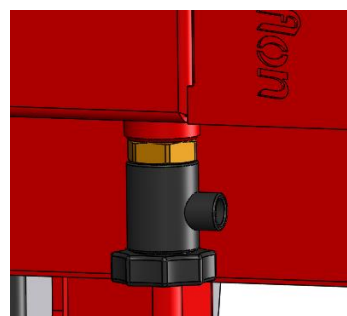
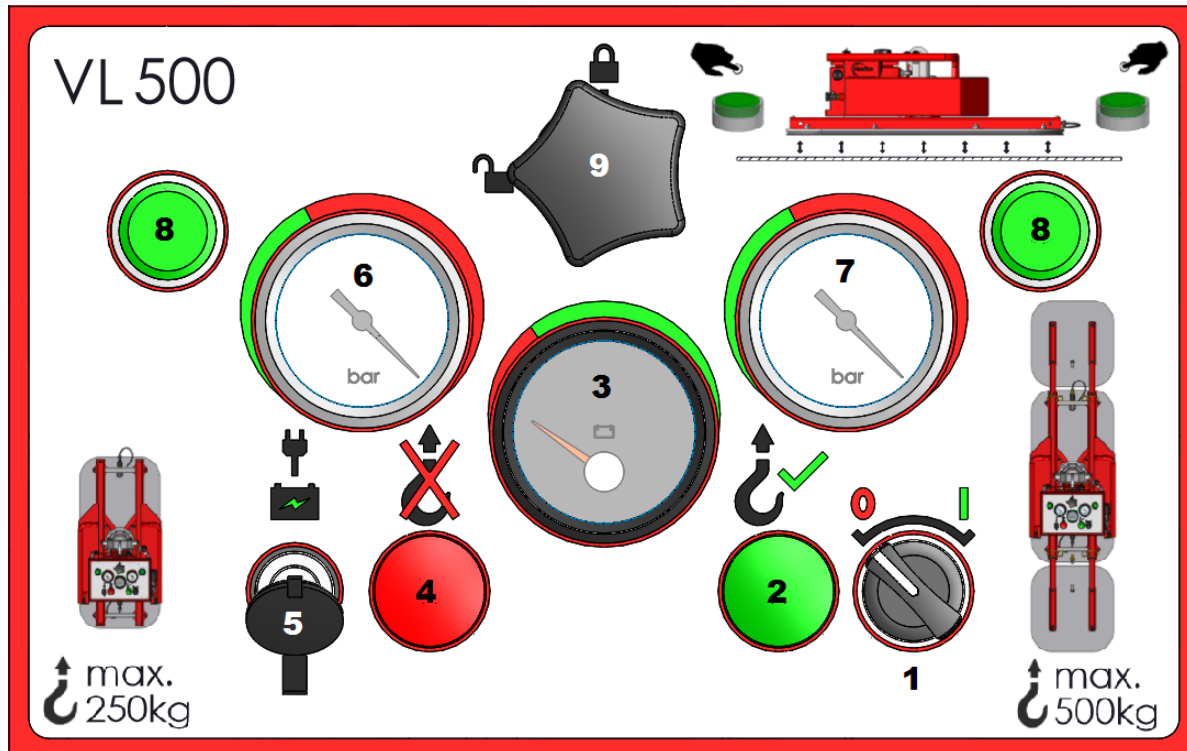

Abbildung: 7
Abbildung: 9
- Überprüfen Sie, ob sich der Hauptschalter in Stellung (0) befindet (*siehe Abbildung 9*).
- Stellen Sie den Vacuümlifter vertikal auf, und öffnen Sie beide Ablasshähne unten in den Puffern (*siehe Abbildung 7*), sodass Kondenswasser aus den Puffern auslaufen kann. Wenn kein Wasser herausfließt, schließen Sie die Hähne.
- Stellen Sie den Hauptschalter auf Stellung (1).
- Überprüfen Sie die Funktion der zwei grünen Taster (*8 in Abbildung 9*) der Vakuumschaltung.
- Schalten Sie den Vacuümlifter ein, indem Sie den Hauptschalter zur Stellung (1) drehen (siehe Abbildung 9).
- Betätigen Sie gleichzeitig die beiden Drucktaster (8, siehe Abbildung 9), um das Vakuum einzuschalten.
- Das Vakuum kann nun durch nochmaliges Drücken der beiden Drucktaster (8, siehe Abbildung 9) ausgeschaltet werden.
- Wenn der Vacuümlifter für mehr als 15 Minuten nicht verwendet wird, muss er ausgeschaltet werden, indem der Hauptschalter (*siehe Abbildung 9*) auf (0) gestellt wird.